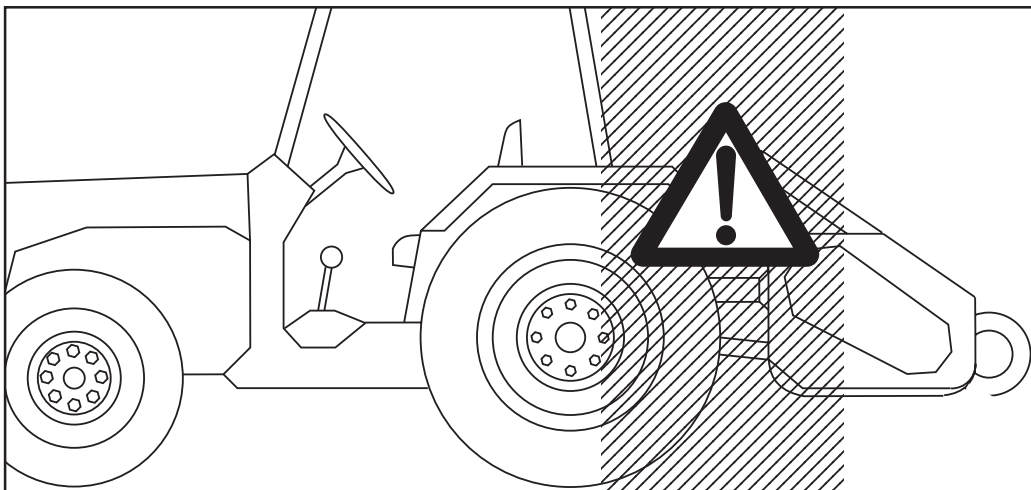

Fig. 4
- 24)** *It is absolutely forbidden to stand between the tractor and the implement (Fig. 4) when the engine is running and the cardan shaft is engaged without having first engaged the hand brake and placed a block or stone under the wheels to prevent them from moving. Keep a safe distance from the shredder at work to avoid being hit by possible flying stones, etc.*
- 28)** *It is absolutely forbidden to stand between the tractor and the implement when manoeuvring the lift control from the outside (Fig. 4).*
- 24)** Es ist absolut verboten, bei laufendem Motor und eingeschalteter Gelenkwelle zwischen den Schlepper und das Gerät zu treten (Abb. 4). Dazu muß die Feststellbremse gezogen werden und unter die Räder ein Bremskeil oder ein großer Stein gelegt worden sein.
- 24)** *Il est absolument interdit de se mettre entre le tracteur et l'appareil (Fig. 4) quand le moteur est en marche et le cardan enclenché, sans avoir tiré le frein de stationnement et bloqué les roues avec une cale ou un caillou. Se tenir à une distance de sécurité du broyeur en fonctionnement, à cause du lancement possible d'objets contondants.*
- 24)** Está terminantemente prohibido colocarse entre el tractor y el equipo (Fig. 4) con motor encendido y cardán inserido, o sin haber accionado el freno de estacionamiento y de colocar, debajo de las ruedas, una piedra u otro elemento de bloqueo.
- 28) È assolutamente vietato interpersi fra il trattore e l'attacco della macchina per manovrare il comando dall'esterno per il sollevamento (Fig. 4).
- 28) Es ist absolut verboten, zwischen den Schlepper und den Anschluß zu treten, um die Aushebung von außen zu betätigen (Abb. 4).
- 28) *Il est absolument interdit de se mettre entre le tracteur et l'attelage pour manoeuvrer la commande de relevage de l'extérieur (Fig. 4).*
- 28) Está absolutamente prohibido colocarse entre el tractor y el enganche para maniobrar el mando desde el externo en la fase de elevación (Fig. 4).